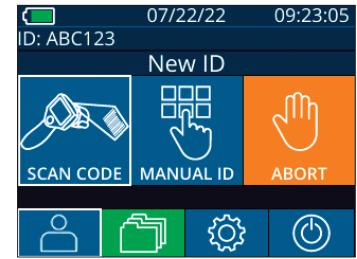

Fig. 14
- 2) inserimento manuale dell'ID paziente mediante caratteri alfabetici o numerici (Fig. 14).